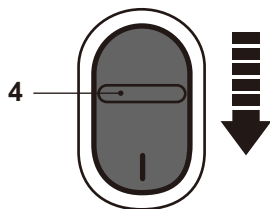

Fig. 24
- > Deslice el interruptor de encendido/apagado (4) hacia atrás (visto desde la posición del operador) para apagar el producto (Fig. 24).